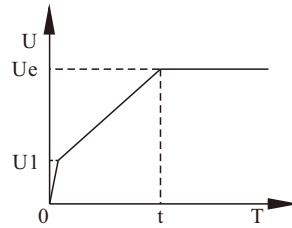

图9.2
- 图9.2为电压斜坡起动的输出电压波形。其中U1为起动时的初始电压值,当电机起动时,在电机电流不超过额定值400%的范围内,软起动器的输出电压迅速上升,电机随着电压的上升不断平稳加速,当电压达到额定电压Ue时,电机达到额定转速,旁路接触器吸合,起动过程完成。